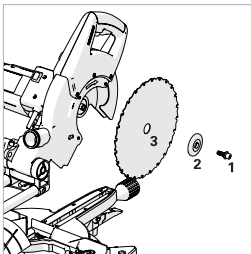

Fig. 40a
- Lösen Sie die Dornschraube mit dem mitgelieferten Sechskantschlüssel und nehmen Sie die Unterlegscheibe, den äußeren Blattflansch und das Sägeblatt vom Dorn. (**Abb. 40a**)